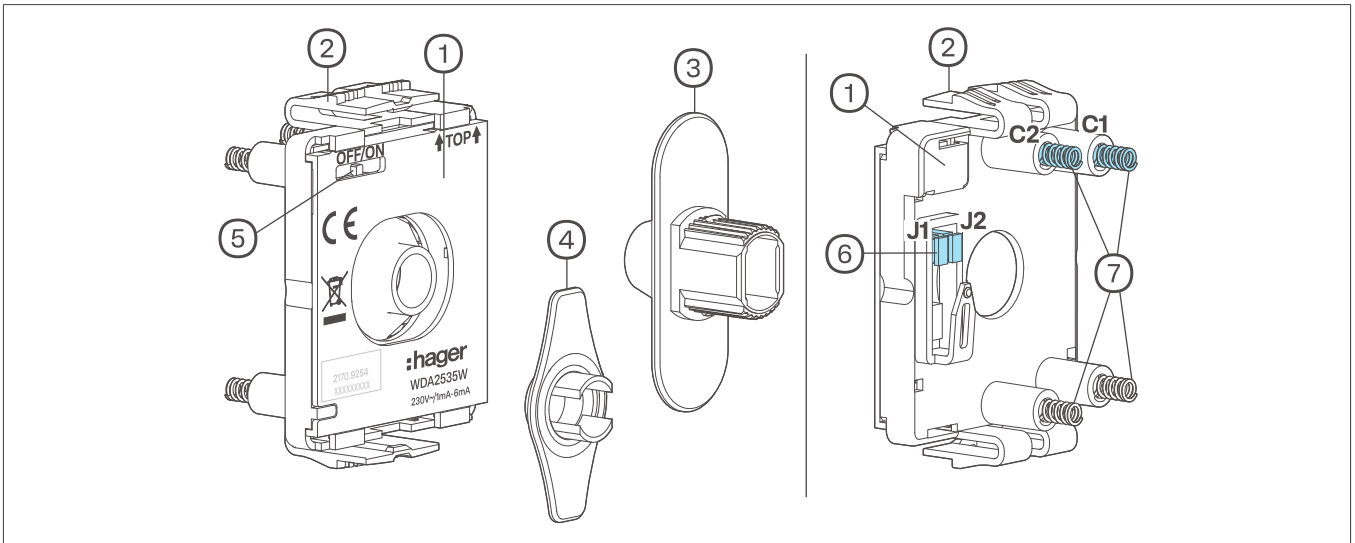

Fig. 1 : Module LED
- 💡 – Fixez toujours les cavaliers verticalement comme illustré (Fig. 1). Installez d'abord la plaque de recouvrement (9), puis la fibre optique (3).